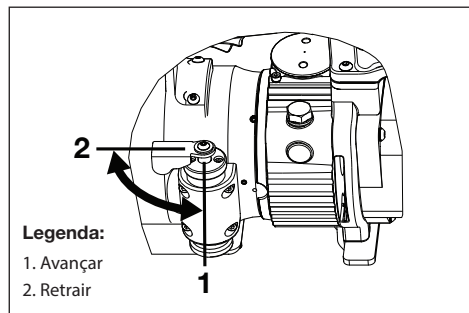

Figura 4, posições da alavanca direcional
A alavanca direcional está localizada na lateral esquerda da ferramenta. A posição da alavanca determina a direção de curso do pistão quando o cortador é operado. Veja a Figura 4.
6. Certifique que a alavanca direcional esteja na posição de avanço. Veja a Figura 4.
9. Mova a alavanca direcional para a posição de retração. Veja a Figura 4.